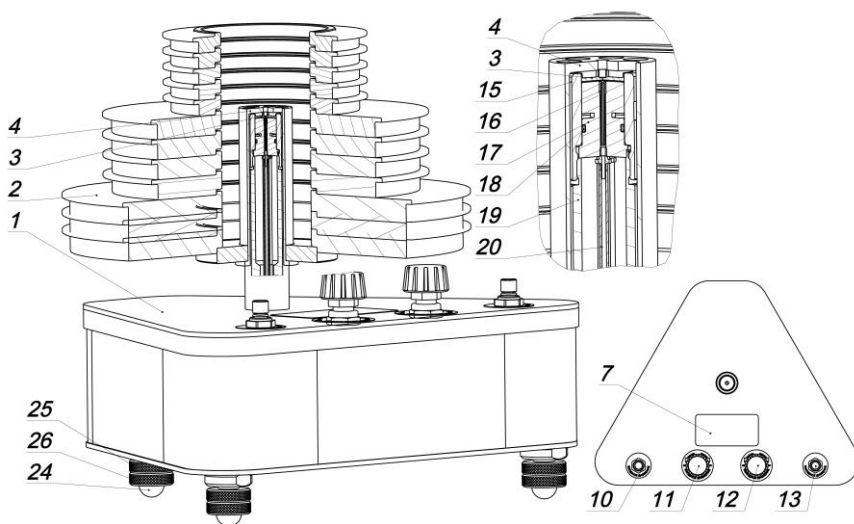

Рисунок 2 - Устройство калибратора
На рисунках 1, 2 показаны основные элементы калибратора. Калибратор (рисунок 1, а) состоит из Задатчика (рисунок 1, б), поршня (поз. 3, рисунок 2), навески (поз. 4, рисунок 2) и комплекта грузов (поз. 2, рисунок 2). На стойку (поз. 19) Задатчика (поз. 1) установлено сопло (поз. 15). Форма сопла (поз. 15) и поршня (поз. 3) обеспечивает безотрывное истечение струи относительно сопла (эффект Коанда) для уменьшения влияния вытекающей струи на поршень. Конструкция сопла и поршня защищена патентом на изобретение № 2598691. На плите Задатчика (поз. 1) расположен входной порт давления питания (поз. 10), клапан подачи питания на прибор (поз. 11), порт выходного давления (поз. 13), клапан подачи выходного давления (поз. 12).
2.2.1 Калибратор должен быть установлен в горизонтальном положении путем регулировки ножек (поз. 24, рисунок 2) с помощью уровня накладного (входит в комплект поставки, таблица 3) установленного на срез сопла (поз. 15, рисунок 2). Вращение ножек (поз. 24) производить с помощью маховика (поз. 26). После выставления по уровню, положение ножек (поз. 24, рисунок 2) зафиксировать стопорной гайкой (поз. 25, рисунок 2). Калибратор должен быть установлен в удобном для обслуживания и работы месте. Поверхность, на которую устанавливается калибратор, должна быть твердой и не подверженной вибрациям и тряске. Вблизи не должно быть отопительных устройств, открытых окон, сквозняков.